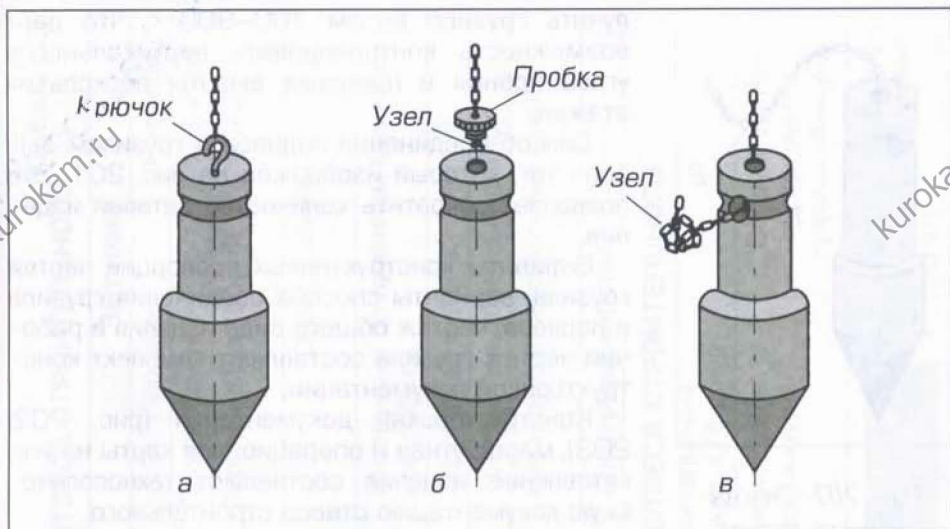

Рис. 201. Способы соединения грузила и шнура:
- при выборе способа соединения шнура с грузилом (рис. 201) следует учитывать, что в вариантах а и б необходимо изготовить третью деталь – крючок или пробку. В варианте в предложено наиболее простое решение – боковое отверстие, которое позволяет соединить детали (подвес и грузило) без третьей детали.
Способ соединения подвеса с грузилом выбран тот, который изображён на рис. 201. Это позволяет сократить количество деталей изделия.